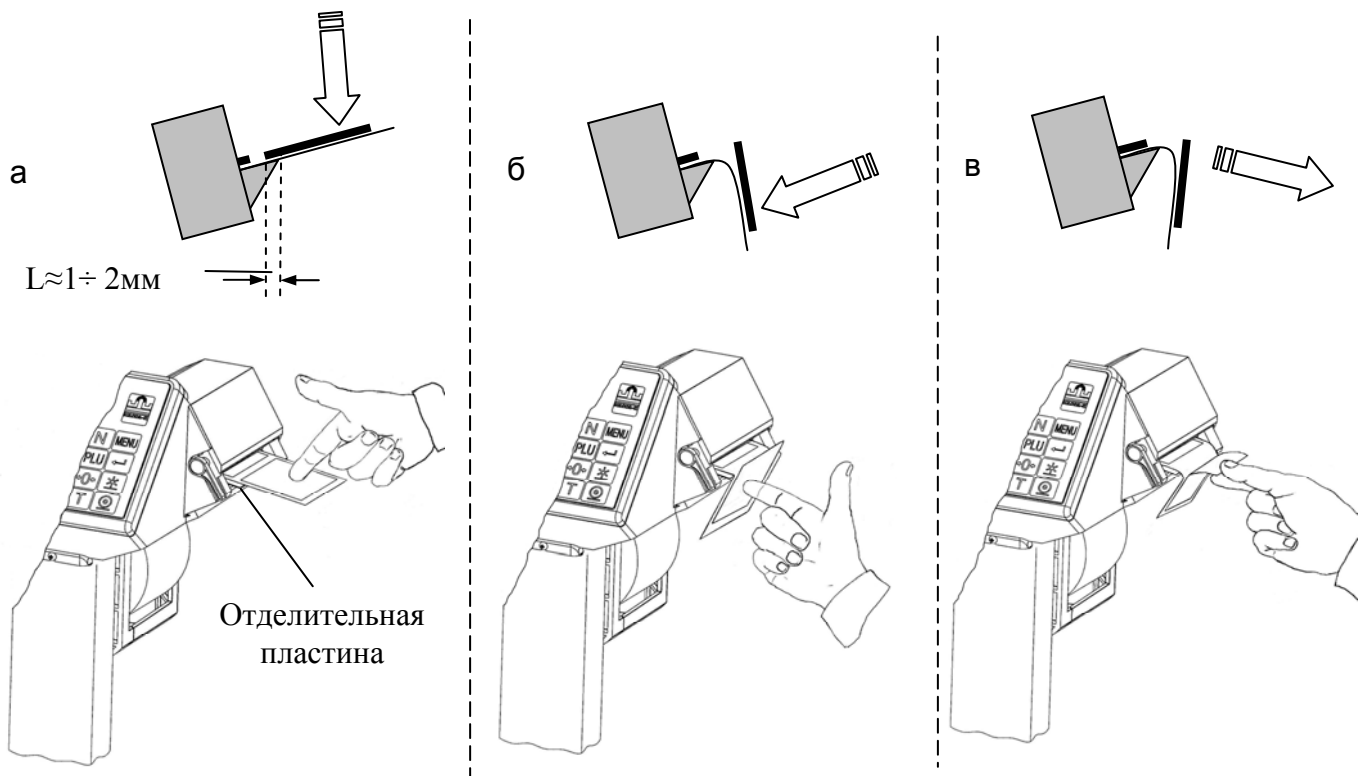

Рисунок 6.2 – Отделение этикетки в весах без подмотки (весы ВПМ_Ф, ВПМ_Т)
- после печати край этикетки остановится над отделительной пластиной (рис. 6.2а);
- легким нажатием указательного пальца отклонить этикетку вниз вместе с лентой (рис. 6.2б).
- снять этикетку с ленты, удерживая ее за верхний край большим и указательным пальцами (рис. 6.2в).
3 Если край этикетки не отделяется при нажатии или отделяемый край слишком мал, то необходимо откорректировать место остановки этикетки. Рекомендованное место остановки, когда край этикетки не доходит до конца отделительной пластины на 1÷2 мм (см. рис. 6.2а). Порядок изменения места остановки этикетки описан в разделе 7.1.2.3.
Удобное отделение этикетки обеспечивается, когда расстояние L между концом этикетки и краем отделительной пластины после распечатки составляет 1÷2 мм (см. рис. 6.2а).